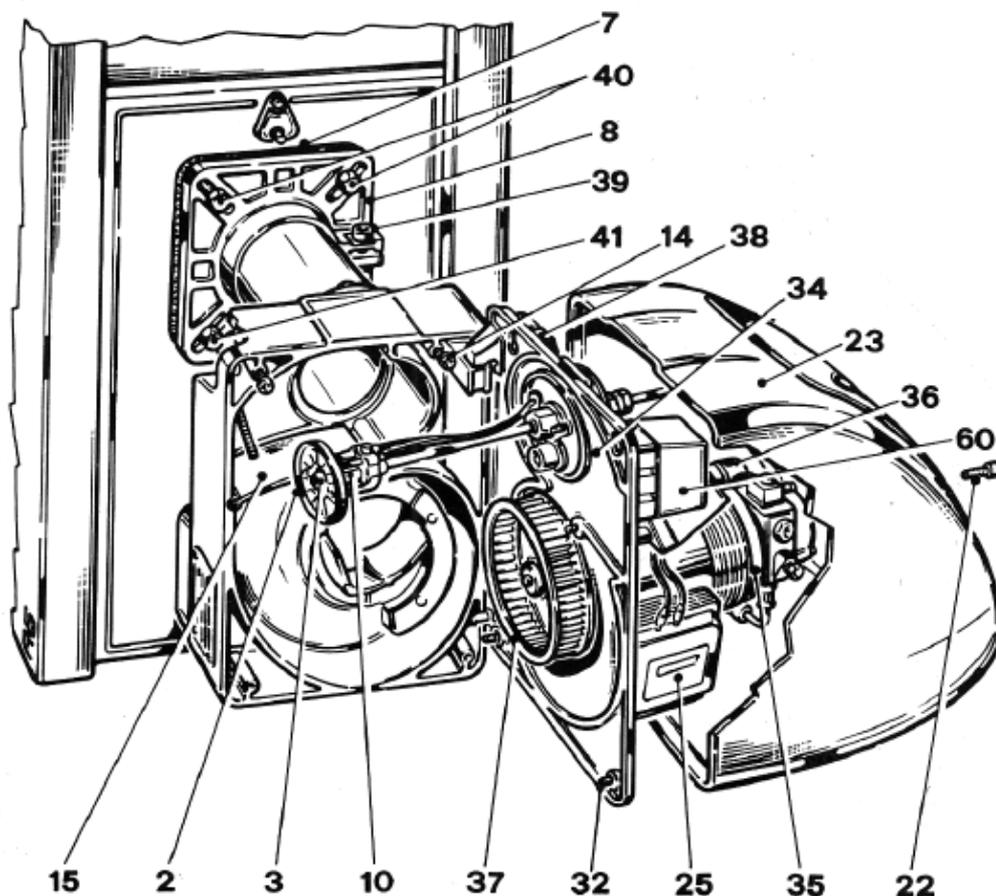

FIG. 16
- deksel (23) afnemen door vijs (22) los te maken;
- de onderste vijzen (32) volledig losmaken;
- de bovenste vijzen (14) gedeeltelijk losmaken; ook de centrale vijs voor branders OIL 14 - 14LP - 14/2 - 20 - 20/2;
- de basisplaat (34) losmaken door lichtjes te heffen en inhaken op de daarvoor voorziene plaats (zie fig. 16).